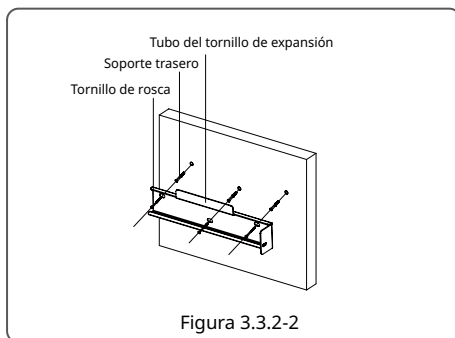

Figura 3.3.2-2
- (3) Coloque el SEC1000 en el soporte de montaje en la pared como se muestra en la figura 3.3.2-3